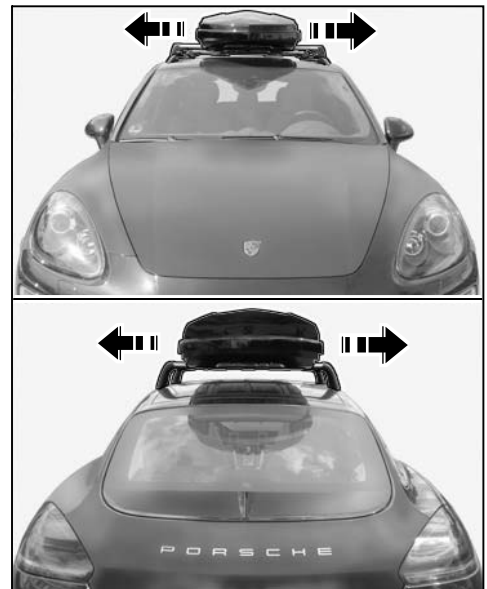

Fig. 5
- 4.8.1 Sur les côtés, par rapport aux axes longitudinaux (⇒ Fig. 5):